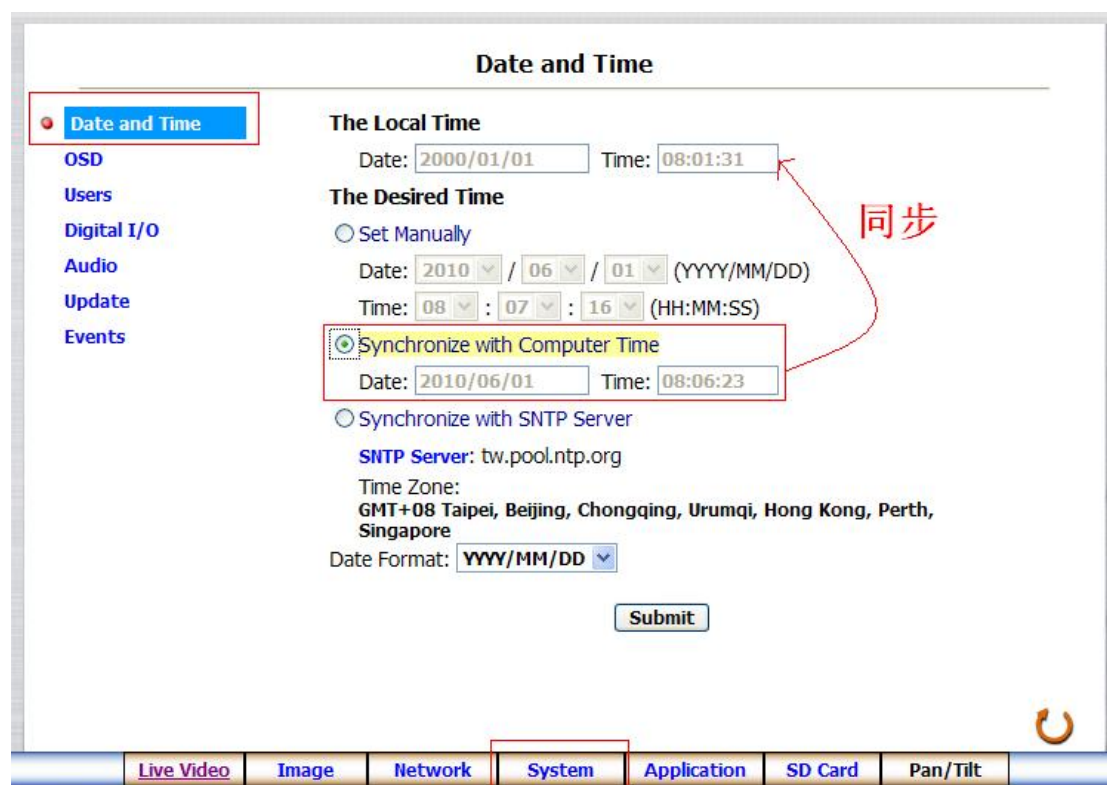
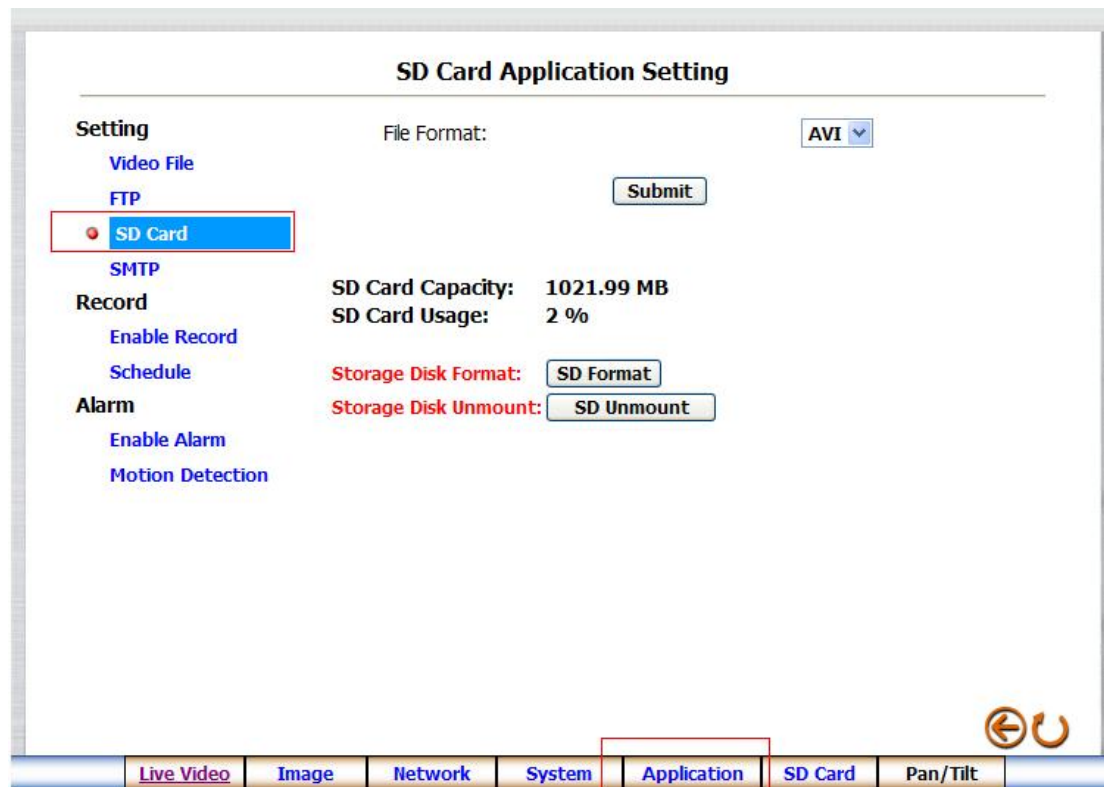
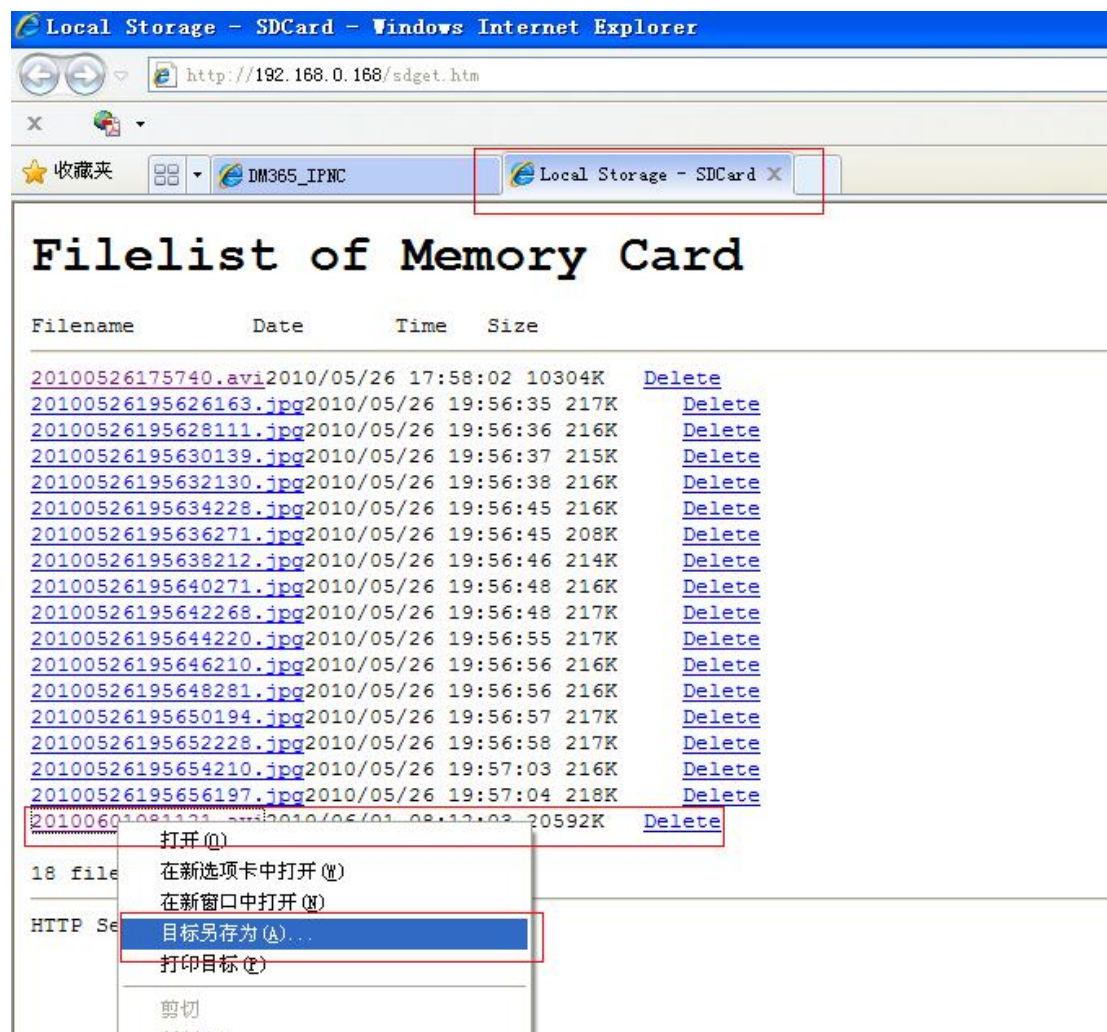

图 6-6 系统时间与 PC 机显示时间同步
图 6-7 SD 卡存储功能的实现
图 6-8 通过网络将 SD 卡存储的文件下载到本地 PC 机
6.在界面的相应栏中，用户可以实现一些附功能，如与 PC 机同步的 RTC，可叠加与视频图像上面，如图 6-6 所示；SD 卡存储功能，可以文件形式实时存储视频内容，如图 6-7 所示，然后可通过网络的下载到本地 PC 机上，如图 6-8 所示。